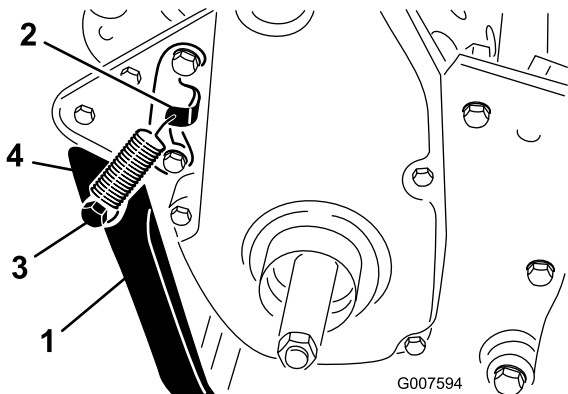

Figura 5
- Enganche el muelle en el taladro del soporte y en el retenedor del muelle, alineando el soporte con los taladros de montaje del bastidor trasero (Figura 5).
- Monte el soporte en cada lado del bastidor con un perno, una arandela de freno, un espaciador, una arandela plana y una contratuerca (Figura 5). El espaciador debe colocarse en el taladro de montaje del soporte.